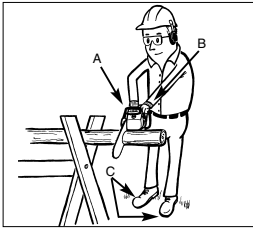

Abb. 17
ZU Ihrer Sicherheit und zum Erleichtern der Sägearbeiten ist die richtige Position für einen vertikalen Längenschnitt erforderlich (Abb. 17).
- C. Verteilen Sie Ihr Gewicht auf beide Füße. Abb. 17